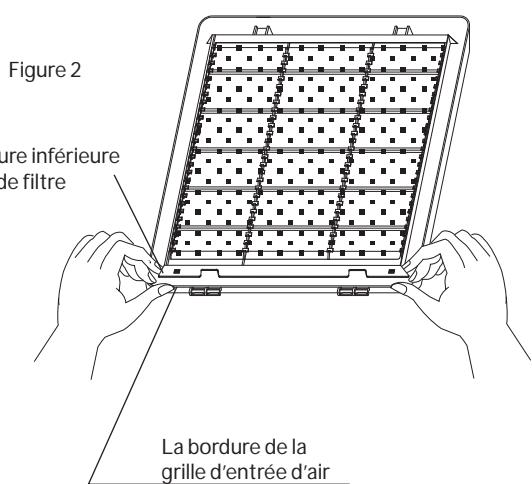

Figure 2
2. Retirer le filtre à air (Fig. 2) :